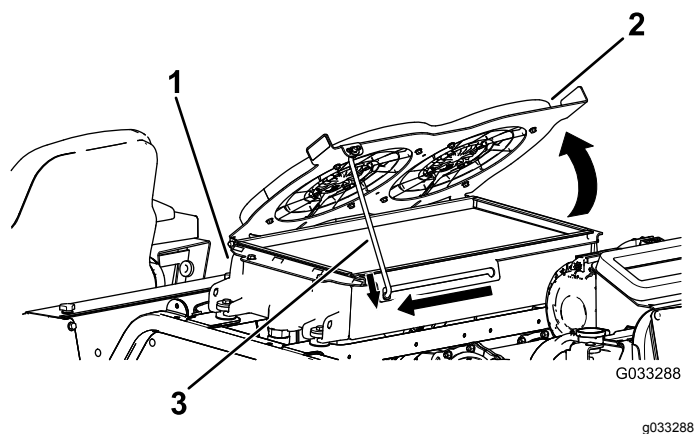

Figura 119
- Ruotate le ventole di raffreddamento idraulico verso l'alto e bloccate l'asta di sostegno nella tacca (Figura 119).